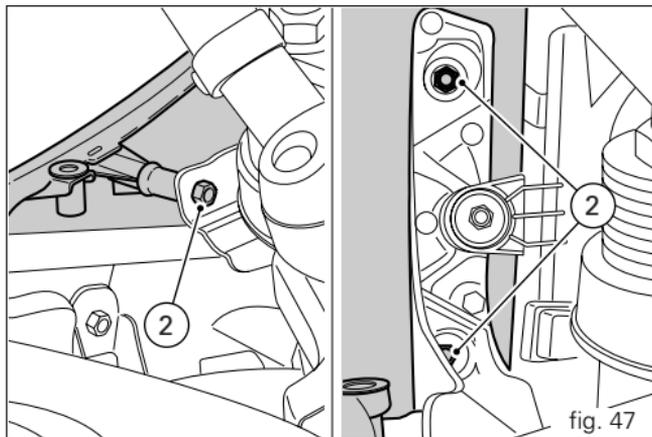

fig. 47
Dévisser les six vis (2) qui fixent la bulle fixe au support de phare (fig. 47).